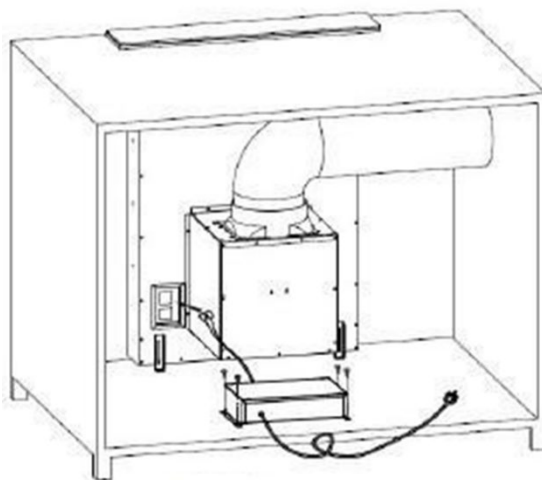

Imagen. 5
4. Fije la tubería en la salida y use 4 tornillos ST4*14 para fijar la caja de la PCB, conecte la alimentación y finalice la instalación (Véase imagen 5).